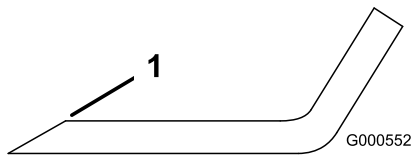

Figura 64
- Utilice una lima para afilar el filo de corte en ambos extremos de la cuchilla (Figura 64).
Nota: Si la cuchilla no está equilibrada, rebaje algo el metal en la parte de la vela solamente (Figura 64).